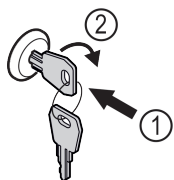

Fig. 75 Voorbeeld
- Sleutel erin duwen Fig. 75 (1).
- Sleutel 90° rechtsom draaien Fig. 75 (2).